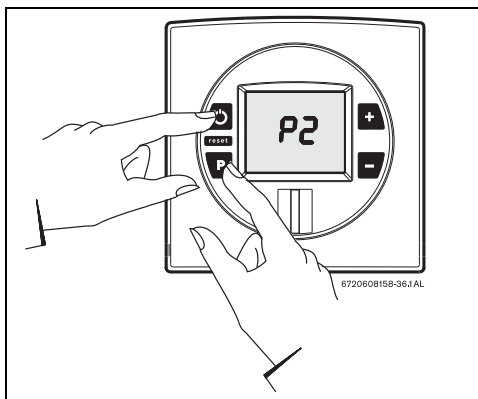

Fig. 46
- ▶ Mantener pulsada la tecla de programas y pulsar el interruptor principal ON/OFF para conectar el aparato (consultar la Fig. 46).